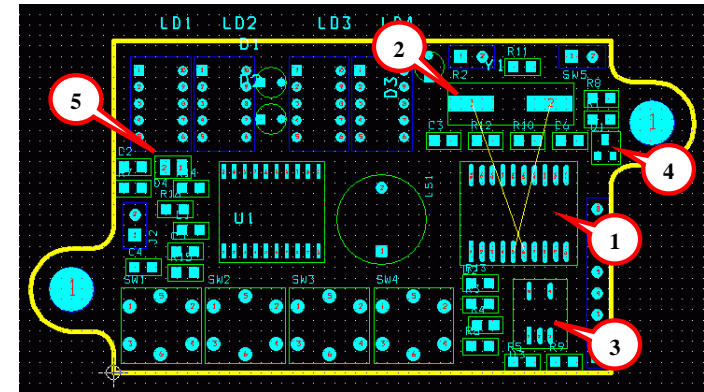
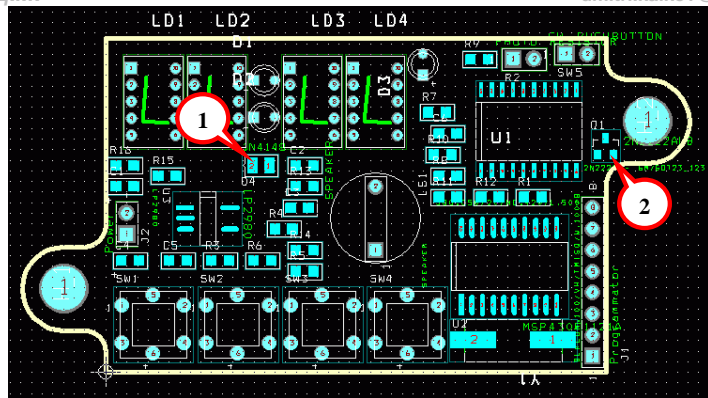

рис. 5-25
рис. 5-27
Запустите авторасстановщик командой: «Auto → Place → Board». На **рис. 5-25** показано, что получилось после окончания работы мастера.
Результат показан на **рис. 5-27**. Вряд ли эта плата выглядит лучше, чем на **рис. 5-25**. Обратите внимание на транзистор **Q1** (②) и диод **D4** (①).